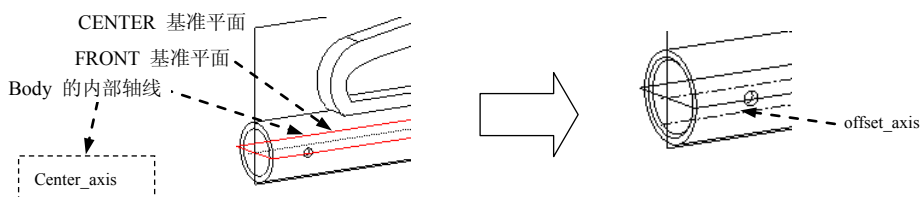
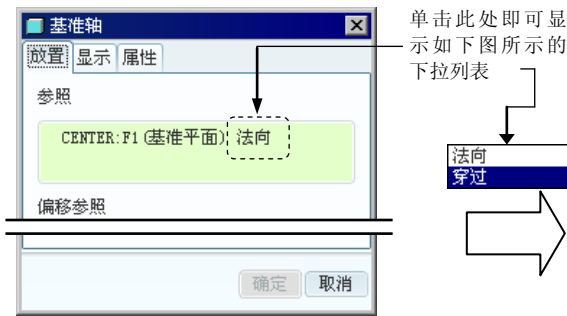
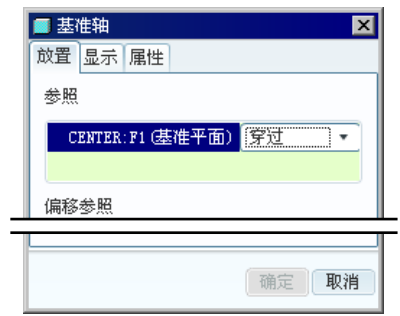

图 5.19.12 基准轴的创建
图 5.19.13 “基准轴”对话框 (一)
图 5.19.14 “基准轴”对话框 (二)
下面以一个范例来说明创建基准轴一般过程。在图 5.19.12 所示的 `body.prt` 零件模型中，创建与内部轴线 `Center_axis` 相距为 8，并且位于 `CENTER` 基准平面内的基准轴特征。
(1) 选取第一约束平面。选择图 5.19.12 所示的模型的基准平面 `CENTER`，系统弹出图 5.19.13 所示的“基准轴”对话框，将约束类型改为 **穿过**，如图 5.19.14 所示。